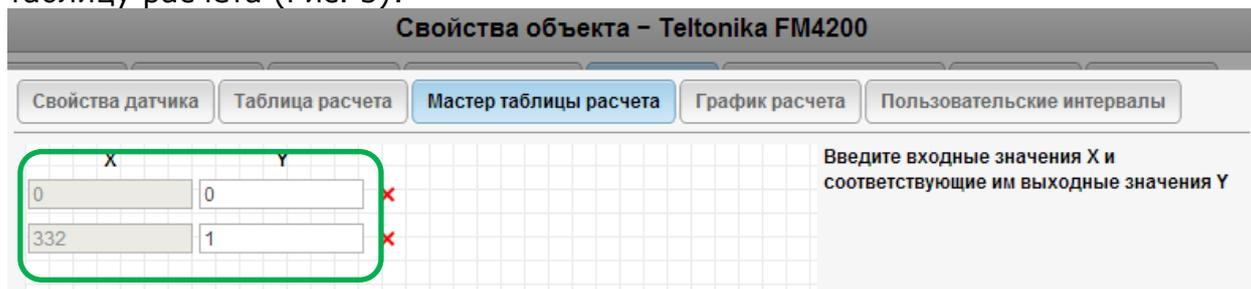

Рисунок 5
2.2.2. На вкладке Мастер таблицы расчета, ввести таблицу, в которой второе значение X – (в нашем примере 332) это коэффициент (количество импульсов на литр), определенный Методом долива топлива в бак (Метод описан на вкладке в упаковке NozzleCrocodile). Нажать кнопки Добавить и Генерировать таблицу расчета (Рис. 5):